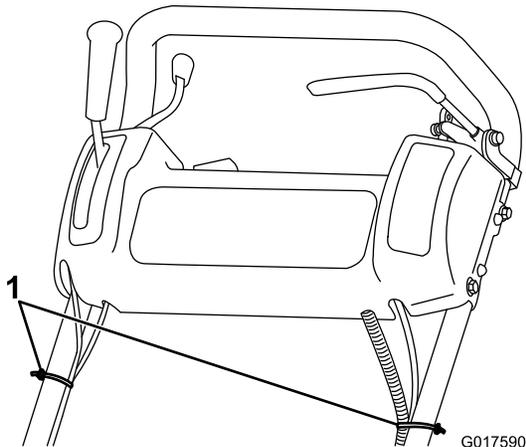

図 4
8. ケーブルタイを使って制御用ケーブルとワイヤハーネスをハンドルに固定する（図 4）。